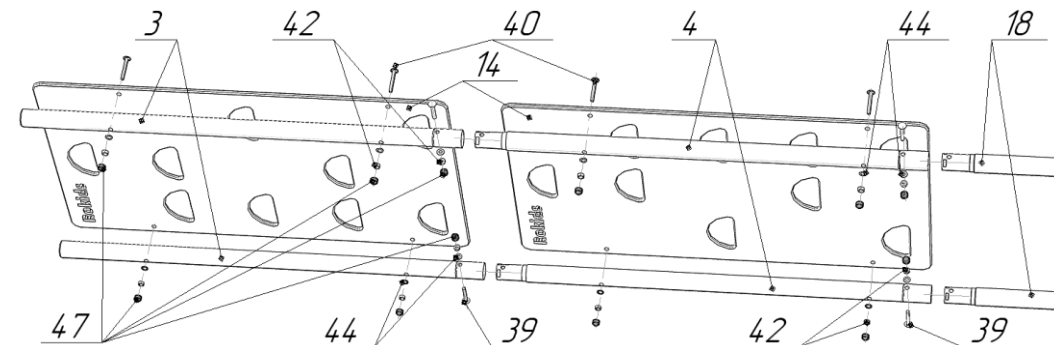

Рис.3 – Схема сборки опорных труб со скалодромом.
6.2. Сборка опорных труб со скалодромом представлена на рис. 3.